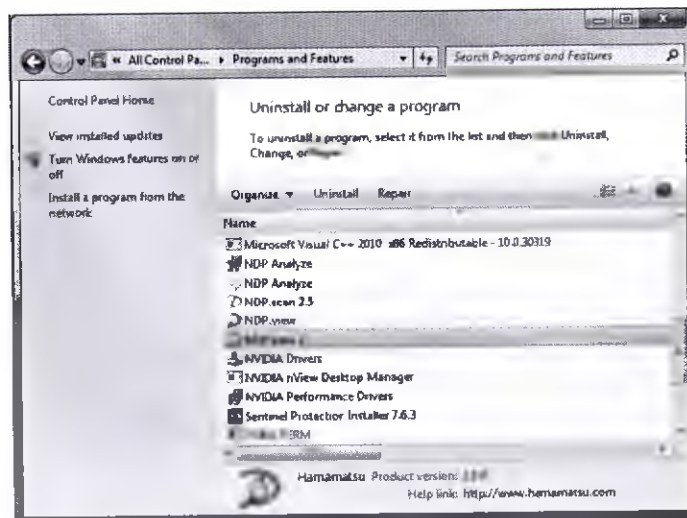

Рисунок 7
(2) Щелкните на значке Programs and Features (Программы и компоненты). На экране появится следующее окно (Рисунок 7).